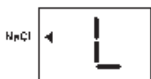

fig. 17
3. En utilisant les touches sélectionnez L (fig. 17)